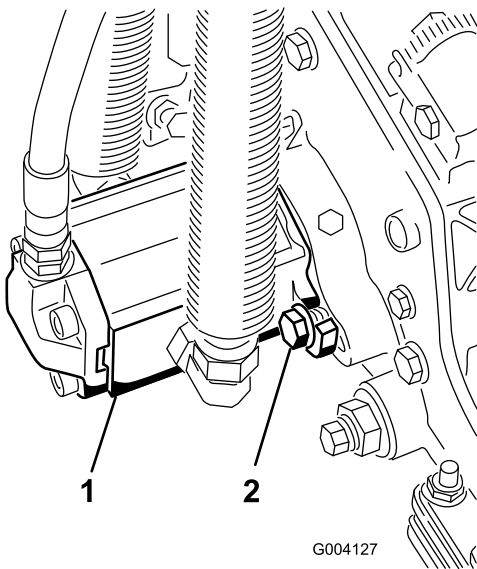

Figure 14
16. Montez le moteur en le tournant dans le sens horaire jusqu'à ce que les brides passent les boulons (Figure 14). Tournez le moteur dans